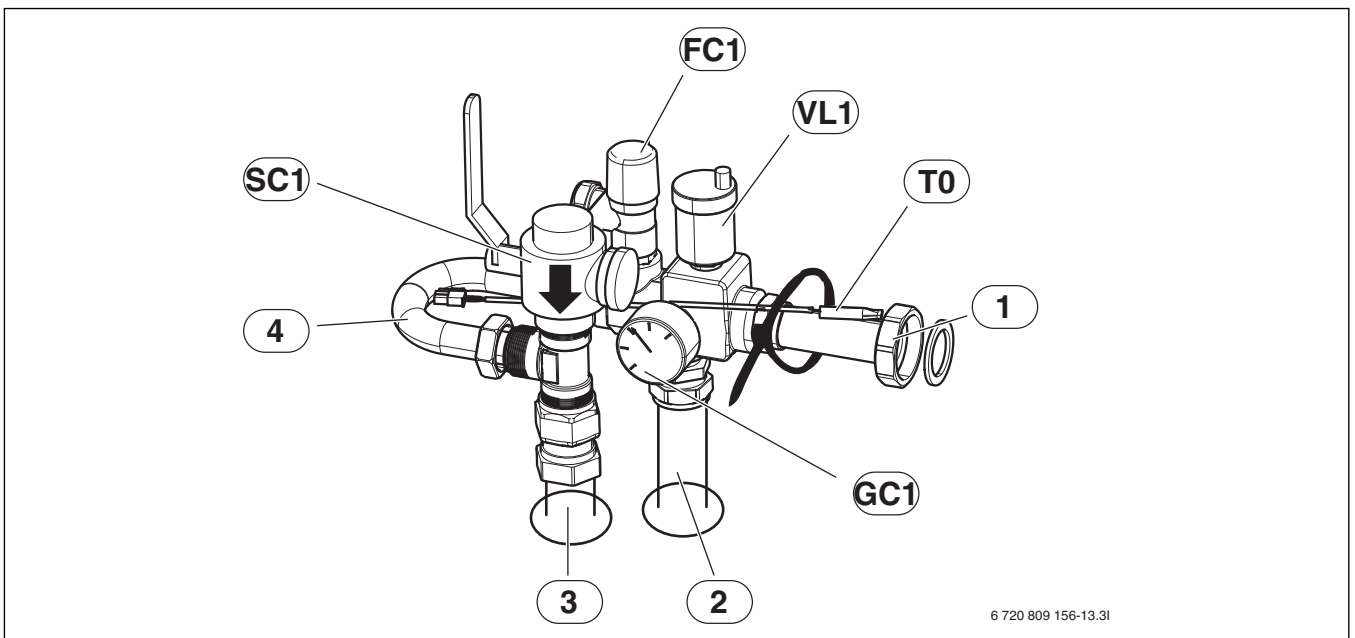

Fig. 11 Grupo de seguridad montado
- ▶ Montar primero el filtro de partículas ([SC1], fig. 11) en la pieza T.
- ▶ Montar los demás componentes, no ajustar por completo los atornillamientos en el bypass ([4], fig. 11).
- ▶ Fijar sonda de la temperatura de impulsión en vaina de inmersión en el tubo ([T0], fig. 11) y ajustar con sujetacables.
- ▶ Apretar las uniones roscadas en el bypass ([4], fig. 11).